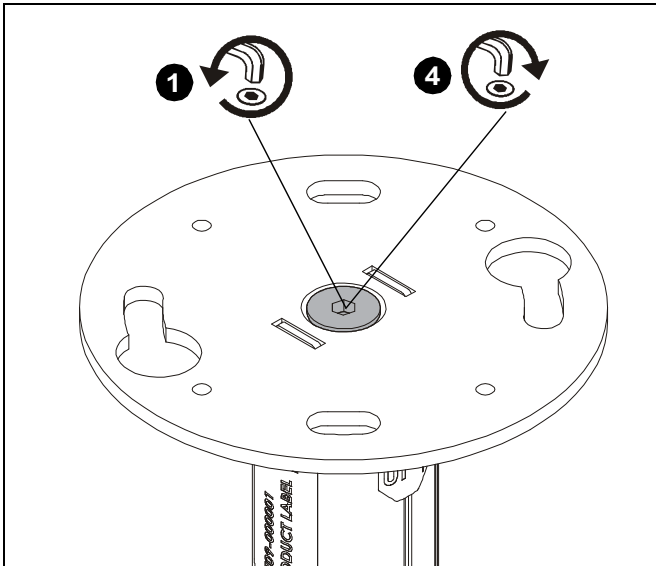

Abb. 1
**HINWEIS:** Das Ersetzen der Standard-Halbrundkopfschrauben durch die Sicherheitsschrauben (H) ist optional und hängt von den Präferenzen des Benutzers ab. Wenn Sie die Sicherheitsschrauben nicht montieren wollen, gehen Sie weiter zum Abschnitt „Befestigung an der Decke“.
1. Lösen Sie die Schraube auf der KITE-Serien-Halterung (E), indem Sie die Schraube 1-2 mal komplett herumdrehen. (siehe Abb. 1)
4. Ziehen Sie die Schraube auf der KITE-Serien-Halterung (E) fest. (siehe Abb. 1)